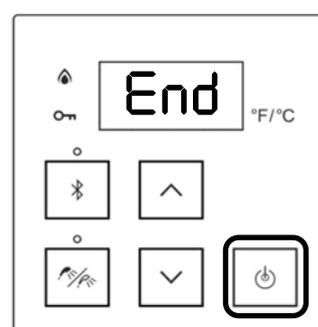

Figure 83
17. Appuyer sur le bouton de mise sous tension; l'écran affiche « End » (fin) (figure 83).